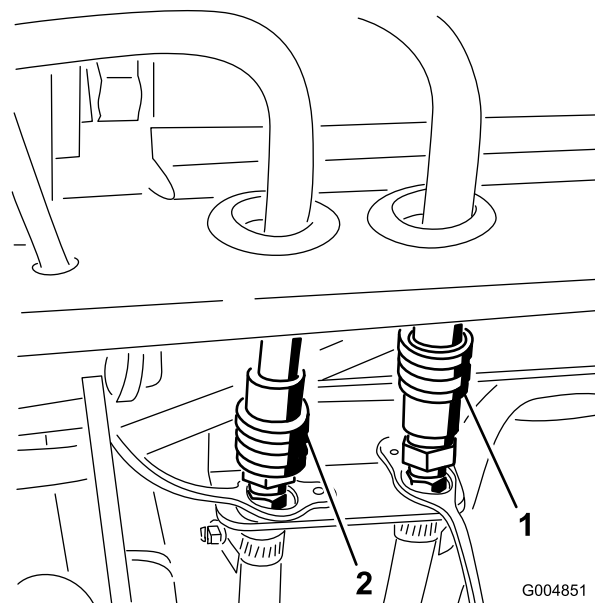

Figura 35
26. Conecte los manguitos de presión de la cabina y de retorno a los acoplamientos rápidos del bastidor trasero (Figura 35).